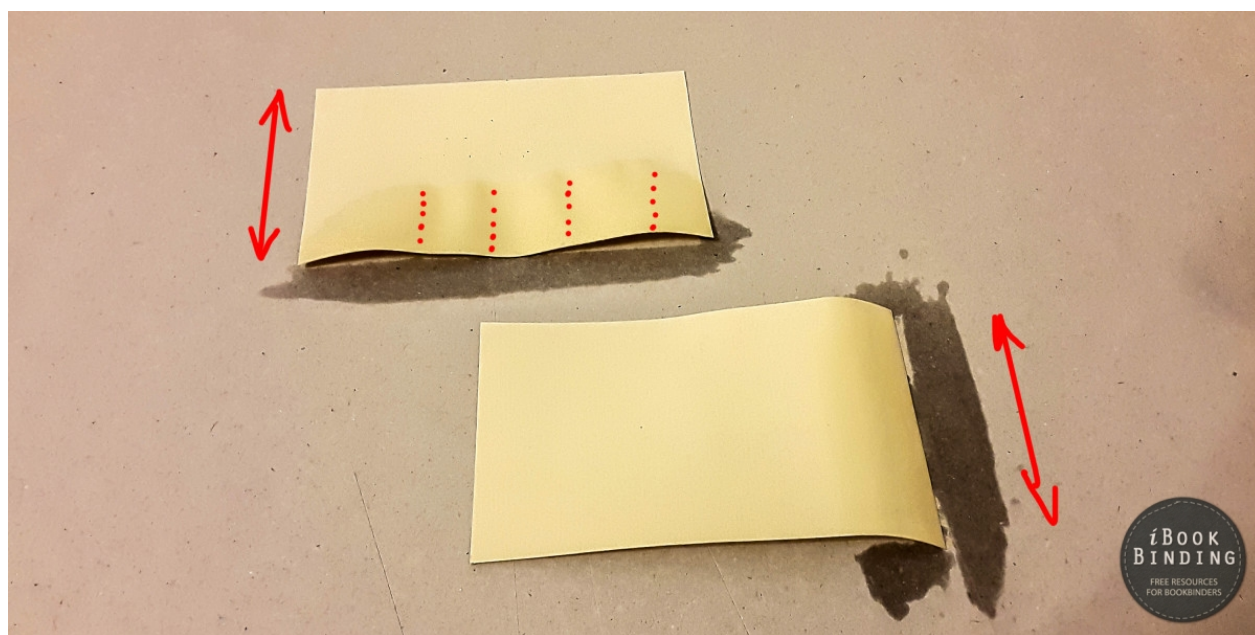

Figura 4: Método de la humedad.
**Método de la humedad.** Toma una lámina de papel y pasa tu lengua, mojándola, a lo largo y a lo ancho de los bordes (véase Figura 4, pág. 3). Observarás que, en uno de ellos, se producirán ondulaciones y en el otro no. El que muestra las ondulaciones es el correcto.